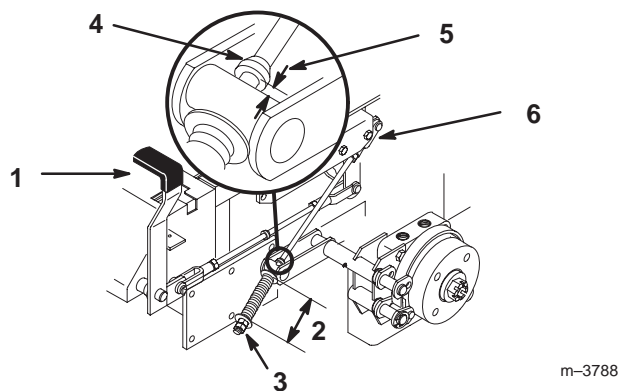

Figure 57
2. Mesurez la longueur du ressort. Il doit atteindre 70 mm (2,75") entre les rondelles (Fig. 57).
3. Si un réglage est requis, desserrez l'écrou de blocage situé sous le ressort et serrez l'écrou directement au-dessous de la chape (Fig. 57). Vissez l'écrou jusqu'à ce que le ressort ait la longueur voulue. Serrez les deux écrous ensemble et répétez la procédure de l'autre côté de la machine.
6. Mesurez la distance entre le galet de tourillon et le collier sur la tige de frein. Elle doit être comprise entre 5 et 7 mm (3/16 et 1/4") (Fig. 57).
7. Si un réglage est requis, desserrez l'écrou de blocage situé juste au-dessous de la chape. Tournez la tige inférieure jusqu'à obtention de l'écart voulu (Fig. 57). Serrez l'écrou de blocage à la chape.